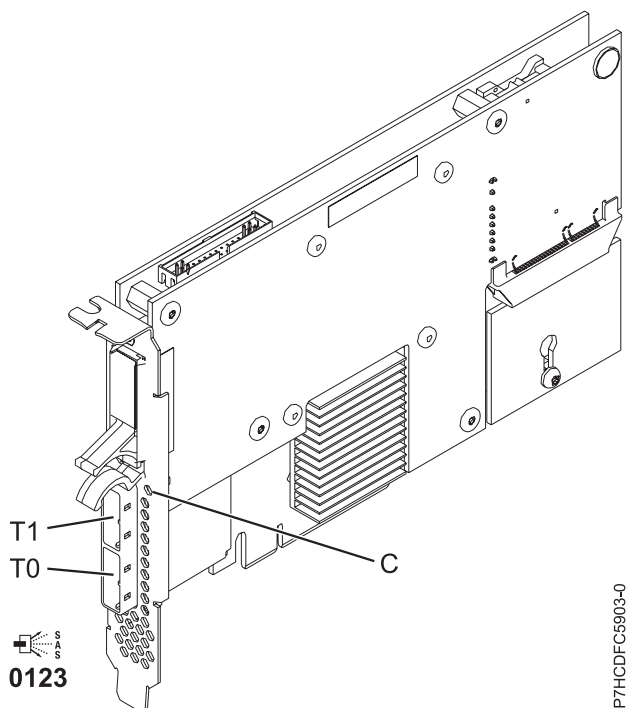

Figura 55. Adaptador RAID SAS PCIe Dual - x4 de 3 Gb
El adaptador 5903 o 5805 contiene un LED ((C) en Figura 55 en la página 186) que parpadea si hay datos en la memoria caché. El LED de presencia de datos en la memoria caché parpadea cuando es posible que haya datos en la memoria caché sobre el adaptador. Si el LED de presencia de datos en memoria caché está parpadeando, no sustituya la batería de memoria caché. Si se sustituye cuando el LED está parpadeando, los datos de la memoria caché se perderán. Consulte Figura 55 en la página 186 para localizar el LED de presencia de datos en la memoria caché sobre este adaptador.